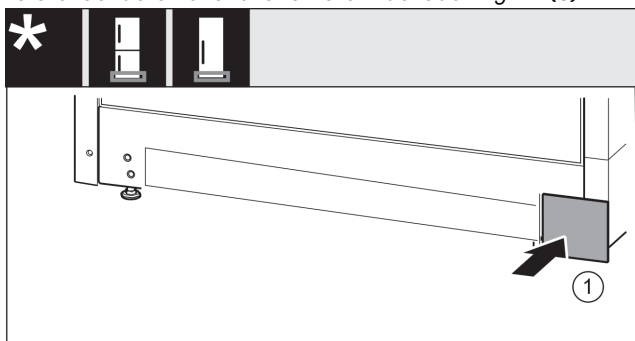

Fig. 15
- Kryt opäť nasadte na druhú stranu. Fig. 15 (1)